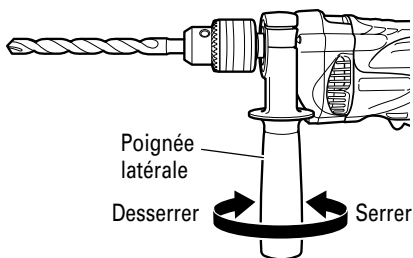

Fig. 6
10. Fixation de la poignée latérale (Fig. 6)